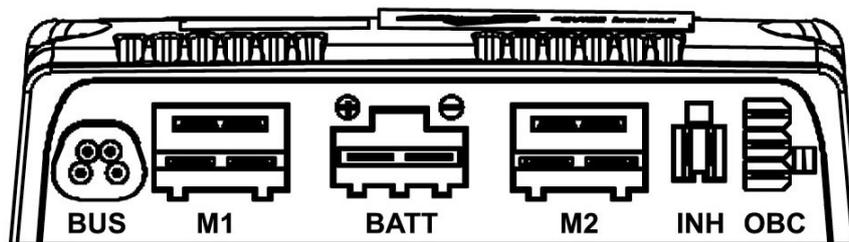

Abbildung 115. Kabelanschlüsse der Endstufe (R-Net PM 120)
2. Die Elektroanschlüsse wieder an die Endstufe anschließen. Siehe Abbildung. 115.